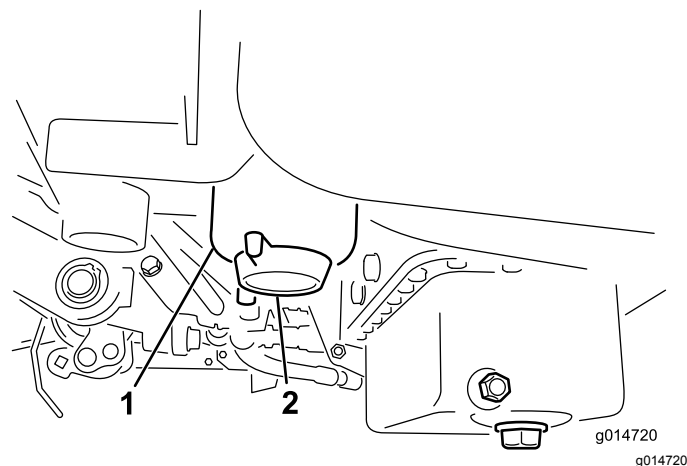

Figure 32
2. Nettoyez la surface autour des supports de la cartouche du filtre (Figure 32).
4. Ouvrez le robinet du filtre (Figure 32).